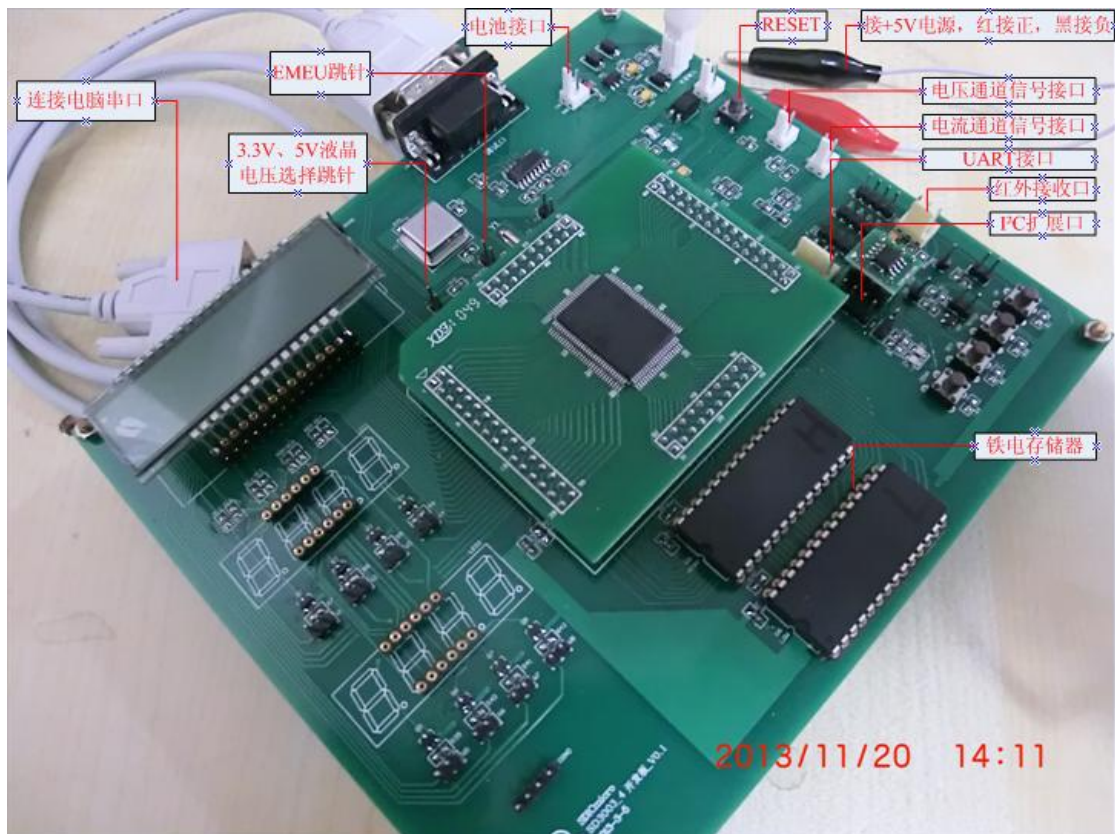

图 1.1 调试器连接图
- 🔌 电源从 J10 接入(即图 1.1 红/黑夹子处)，电源电压范围为 4.5V~5.5V；
- 🔌 DB9 串口线的连接如图 1.1 所示，一端接调试板的调试口，另外一端连接电脑的串口；